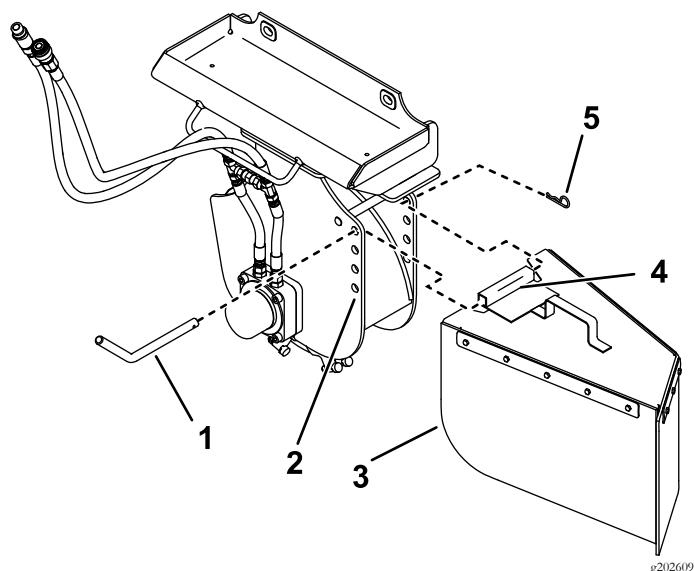

Figure 10
La broyeuse de souches comprend 4 jeux de trous permettant le montage du pare-copeaux (Figure 10). Remontez le protecteur (trous supérieurs) pour broyer au ras du sol et
1. Placez le tube de montage sur l'écran de protection, entre 2 trous de la broyeuse (Figure 10).
2. Insérez la broche de l'écran de protection dans les trous de la broyeuse et le tube de montage (Figure 10).
3. Fixez la broche avec une goupille fendue (Figure 10).